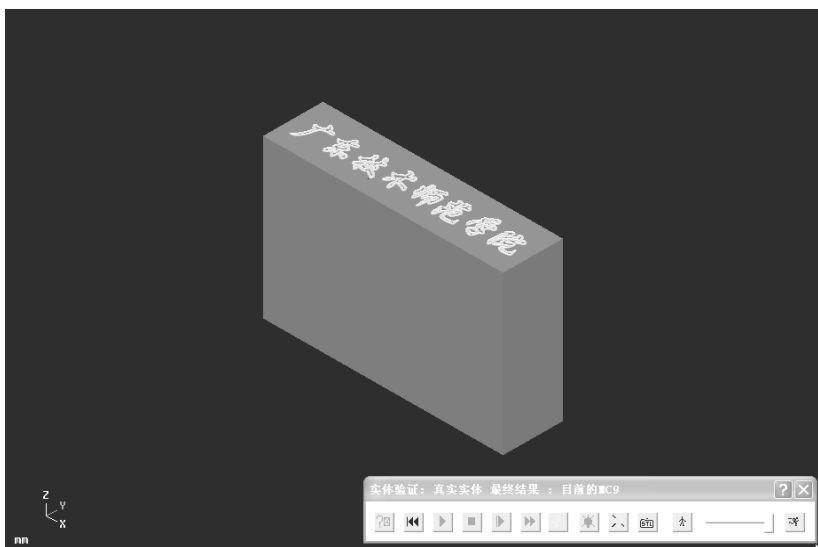

图 1-72 投影加工实体切削验证
5) 实体切削验证如图 1-72 所示。将本例保存为“投影加工.mc9”文件。